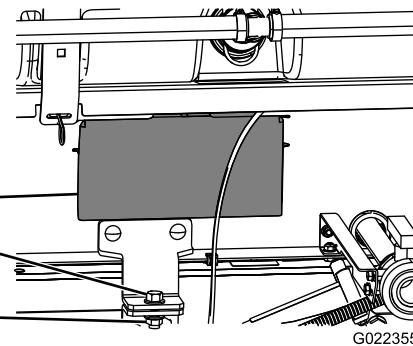

Figure 34
5. Déposez les panneaux d'accès de chaque côté du cadre du patin (**Figure 34**).
8. Fixez la patte de maintien du patin de cuve au support du plateau sur le cadre, de chaque côté de la machine, à l'aide d'un boulon (½" x 1½") et d'un contre-écrou (½"), comme montré à la **Figure 34**.